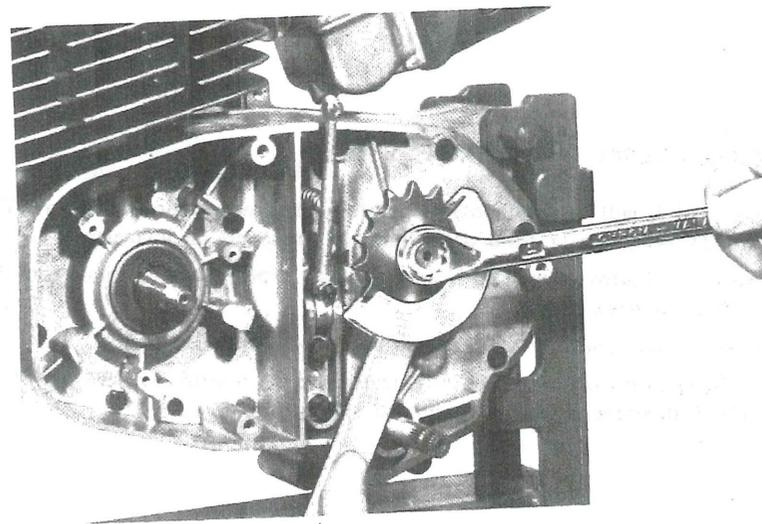

Fig. 11 - Sbloccaggio dado fissaggio pignone catena
- Usando la « chiave di fermo pignone catena », matricola U46-4, ed una chiave normale da mm. 17, rimuovere il dado e la rondella che bloccano il pignone (fig. 11).